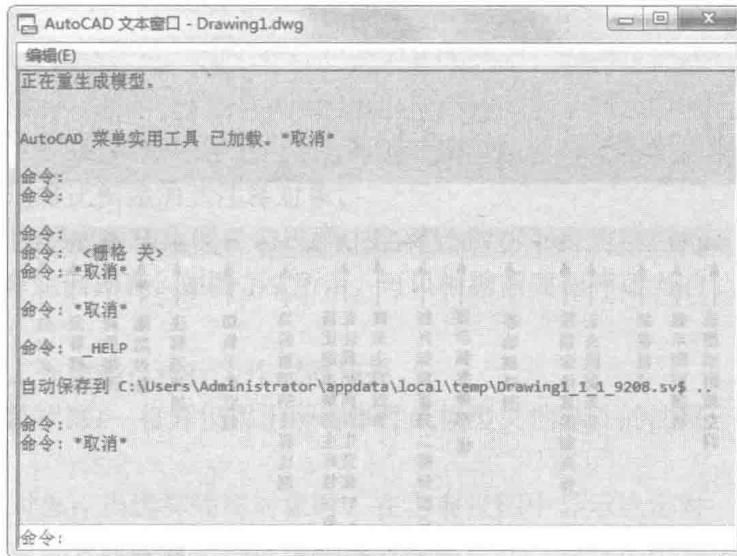

图 1-7 文本窗口
3) 对当前命令行窗口中输入的内容，可以按 F2 键，然后用文本编辑的方法进行编辑，如图 1-7 所示。AutoCAD 文本窗口和命令行窗口相似，它可以显示当前 AutoCAD 进程中命令的输入和执行过程。在执行 AutoCAD 某些命令时，它会自动切换到文本窗口，列出有关信息。